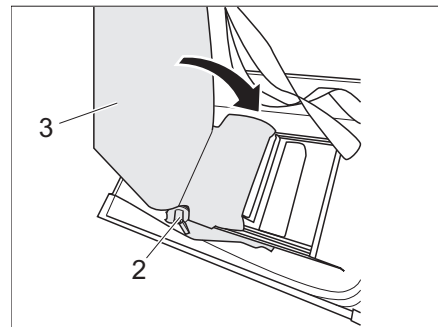

Bild 228 Sitzlehne in der Sitzbank verstauen
- Hebel 1 (Bild 228,2) betätigen und Sitzlehne (Bild 228,3) nach innen klappen.